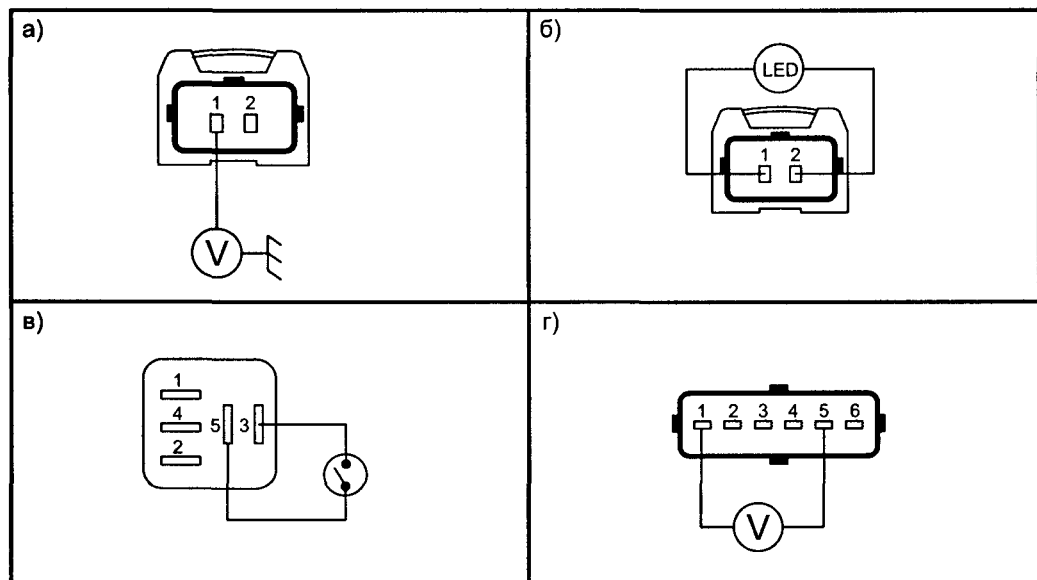

Рис. 2.4.6. Проверка элементов топливной системы
Схема проверки компонентов топливной системы приведена на рис. 2.4.6.
- включают зажигание и измеряют напряжение на разъемах жгута форсунок (рис. 2.4.6а), оно должно быть около 12 В;
- подключив между контактами 1 и 2 разъема форсунки LED-индикатор (рис. 2.4.6б), коротко прокручивают двигатель стартером. LED-индикатор должен вспыхивать;
- извлекают реле топливного насоса из разъема монтажного блока (7 на рис. 2.4.3) и между контактами 3 и 5 (рис. 2.4.6в) подключают выключатель (имитация реле), насос должен работать при замыкании контактов 3 и 5;
- размыкают контакты 3 и 5, отключают разъем топливного насоса (рис. 2.4.6г) и, подключив вольтметр к контактам 1 и 5, снова замыкают контакты 3 и 5, величина напряжения на разъеме топливного насоса должна быть около 12 В;